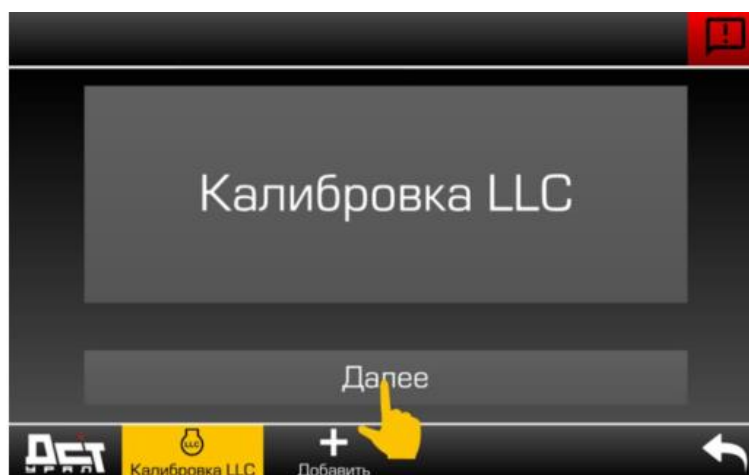

Рисунок 5.128. Вкладка «Калибровка LLC»
- ▶ Нажать кнопку на дисплее «ДСТ-Урал», авторизоваться под паролем сервис-инженера, в разделе «Сервис» выбрать пункт меню «Калибровка LLC» и нажать кнопку «Далее», см. рис. 5.128.